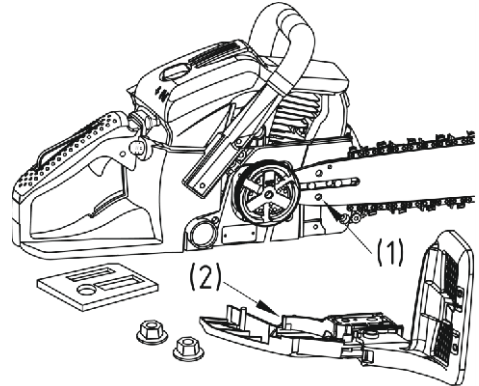

Рис. 3
3. Наденьте цепь на звездочку, затем наденьте цепь на направляющую шину. Отрегулируйте положение натяжителя цепи (рис. 3).